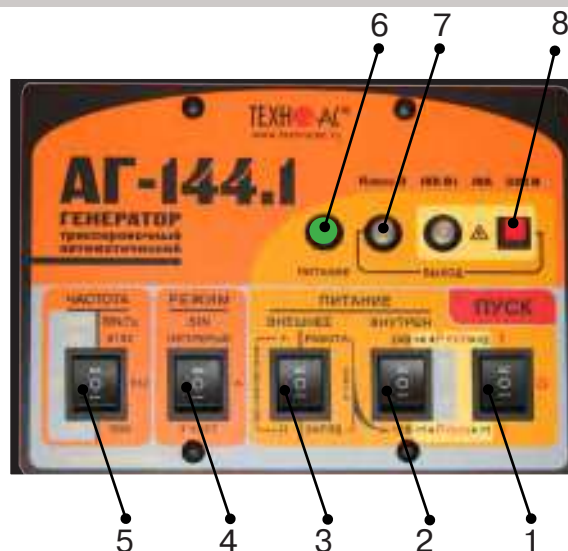

рис. 4.3
Включить питание клавишей включения питания поз.1 **рис.4.3** в одно из положений «I», в зависимости от выбираемой мощности. При свечении индикатора «Питание» поз.6 желтым цветом следует зарядить внутренние аккумуляторы, свечение зеленым цветом - можно приступать к работе.
1) Открыть крышку. Выбрать переключателем «ЧАСТОТА» поз. 5 **рис.4.3** необходимую частоту синусоидальной генерации (512 / 1024 / 8192Гц).
2) Выбрать переключателем «РЕЖИМ SIN» поз. 4 **рис.4.3** необходимый вид синусоидальной генерации (непрерыв//Зчаст).
Переключатель поз.3 **рис.4.3** установить в положение «работа».
Переключателем напряжения внутреннего питания поз.2. **рис.4.3** установить первый коэффициент выбора мощности генерации.
4) Включить питание клавишей включения питания поз. 1 **рис.4.3** в положение соответствующее второму коэффициенту выбора мощности
5) Начнется генерация и автосогласование с постепенным возрастанием напряжения на выходе. Здесь следует наблюдать за цветом индикатора «ВЫХОД» поз.7 **рис.4.3**. Если автосогласование закончилось зеленым свечением – заданная мощность достигнута. Если желтым – сопротивление нагрузки слишком велико для заданной мощности при выходном напряжении ограниченном «по умолчанию» на «безопасном» уровне 24 В.
Для запуска «неограниченного» режима следует включить питание (переключателем «ПУСК») при нажатой красной кнопке «» поз.8 **рис.4.3** и удерживать ее до засвечивания красного индикатора «». Мигание этого индикатора обозначает потенциальную «опасность». Непрерывное свечение обозначает реальное наличие на выходе напряжения $\geq 24\text{В}$.
1) Выключить питание генератора клавишей включения питания поз.1 **рис.4.3**, установив ее в положение «0».